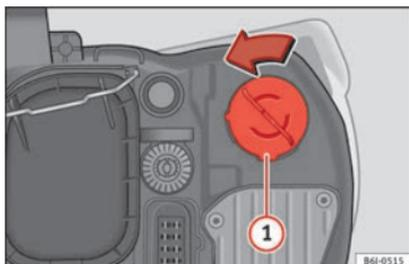

Fig. 98 Feus clignotants.
- Tournez le porte-ampoule » » **fig. 98** ① vers la gauche puis tirez.